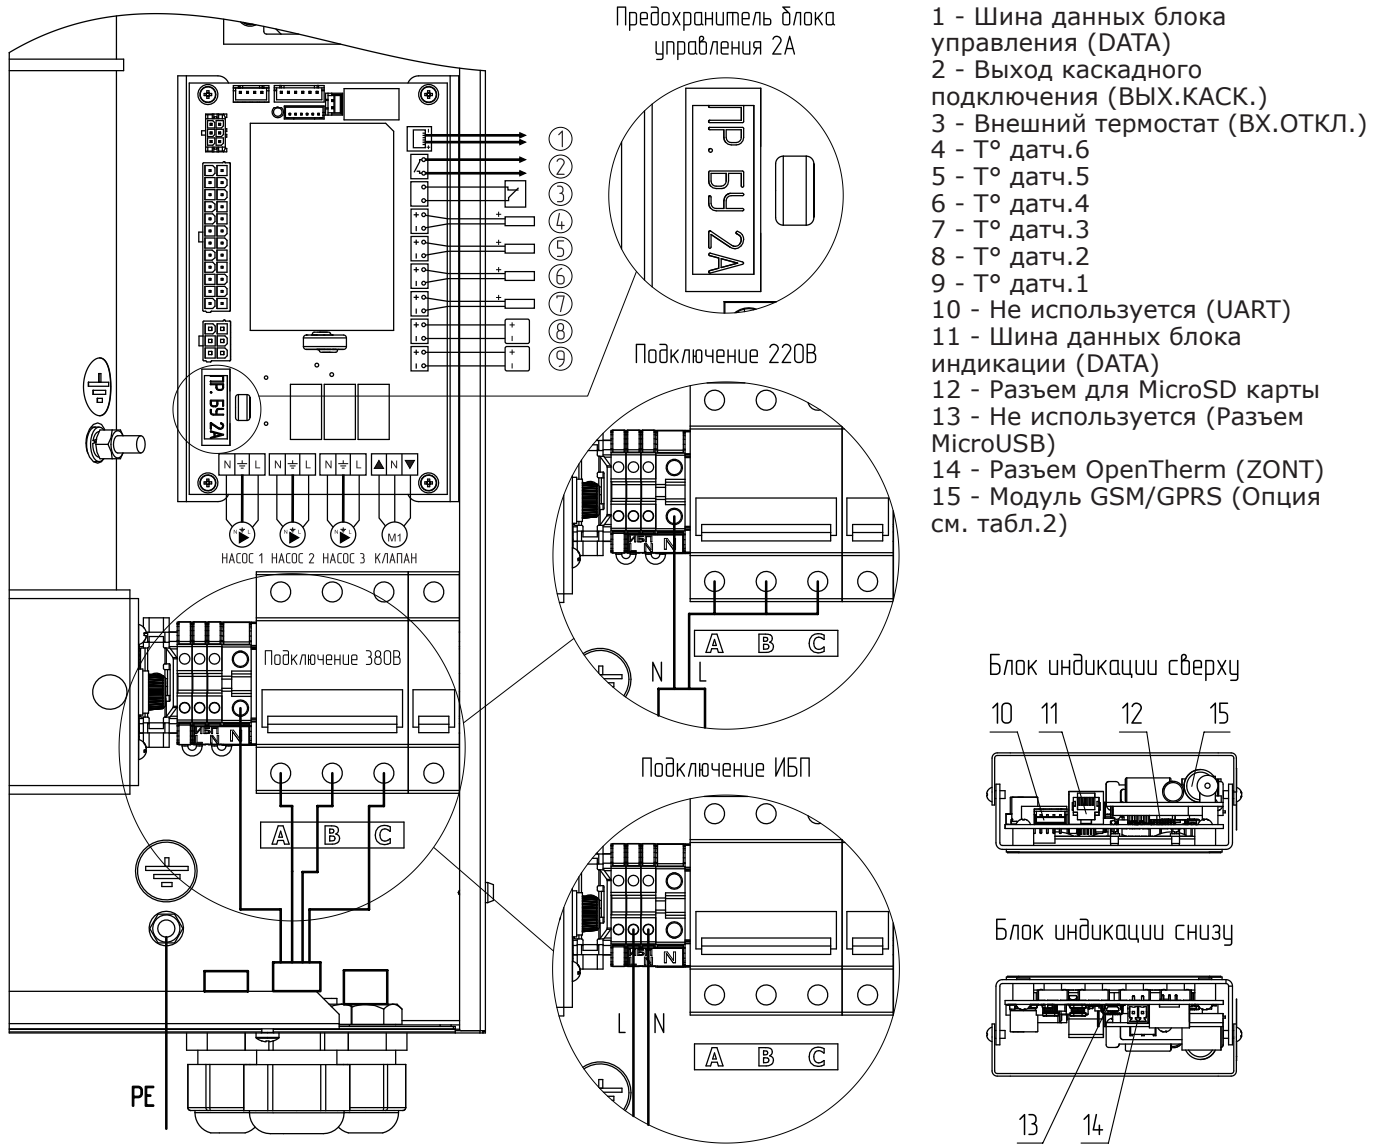
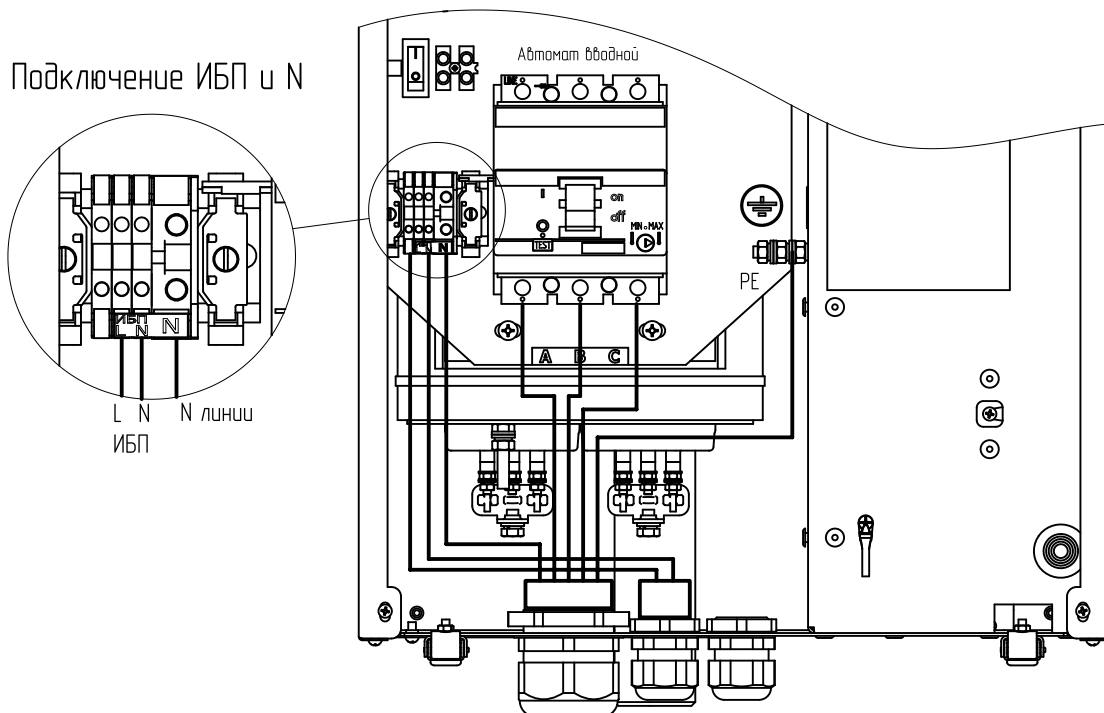

Рис.2. Схема подключения котлов ZOTA Solid 4,5-36
Рис.2.1. Схема подключения котлов ZOTA Solid 45-60
Для подключения циркуляционного насоса, датчиков температуры воздуха и воды, двигателя трехходового клапана, внешнего термостата на блоке управления (поз.9) имеются колодки разъёмного типа. На основании установлен силовой автомат (поз.13) с дистанционным расцепителем (поз.14), который отключает силовые питающие фазы при возникновении аварийных ситуаций. Выключатель (поз.15) установлен на основании и служит для отключения питания от блока индикации (поз.7), блока управления (поз.9) и циркуляционных насосов. Циркуляционные насосы подключены к питающей сети через предохранитель (поз.16). Схема присоединения котлов Solid к питающей сети, датчикам температуры, циркуляционному насосу и клапану приведена на Рис.2. Схема подключения к питающей сети котлов Solid от 45 до 60 кВт и котлов Solid от 70 до 100 кВт приведена на рисунке 2.1 и рисунке 2.2 соответственно.
- Подключить котел к трехфазной сети переменного тока 380 В, 50 Гц, для этого присоединить рабочий нулевой провод на клемму нейтраль (N) котла, фазные провода на клеммы А, В, С вводного автомата. Защитный нулевой провод (РЕ) подключить на болт «ЗАЗЕМЛЕНИЕ» (см. Рис.2 для Solid 4,5-36 кВт, Рис.2.1 для Solid 45-60 кВт и Рис.2.2 для Solid 70-100 кВт);
- При питании котла от однофазной сети переменного тока 220 В, 50 Гц присоединить рабочий нулевой провод на клемму нейтраль (N) котла, а фазный на клеммы А, В, С вводного автомата, защитный нулевой провод (РЕ) должен подключаться к клемме «ЗАЗЕМЛЕНИЕ» (см. Рис.2 для Solid 4,5-36 кВт, Рис.2.1 для Solid 45-60 кВт и Рис.2.2 для Solid 70-100 кВт).
Для соединения клемм А, В, С вводного автомата в комплекте имеется специальная перемычка (только для ZOTA «Solid» от 4,5 до 9 кВт), которая устанавливается на вводных клеммах автомата (см. Рис.2 для Solid 4,5-36 кВт, Рис.2.1 для Solid 45-60 кВт и Рис.2.2 для Solid 70-100 кВт);
- Подключить датчик температуры воздуха на улице к контактам (- +) клеммной колодки (Рис.2 поз.9, Т° датч.1), проводом с сечением не менее 0,5 кв.мм и длиной до 20 м. Установить датчик температуры воздуха на улице, в защищенном от солнечных лучей и осадков месте.
- Подключение датчика t° ГВС/воздуха контура 2 (Рис.2 поз.7, Т° датч.3), датчика t° воды клапана (Рис.2 поз.5, Т° датч.5) и датчика t° воздуха клапана (Рис.2 поз.4, Т° датч.6) производить в соответствии с Рис.2.
- Присоединить провода (L, N, заземление) от насосов к соответствующим контактам на клеммной колодке котла как показано на Рис.2. Мощность, потребляемая каждым насосом не должна превышать 200 Вт.
- При необходимости присоединить провода (откр_общ_закр) от двигателя трехходового смешивающего клапана к соответствующим контактам на клеммной колодке котла как показано на Рис.2. Мощность двигателя привода не должна превышать 20 Вт при напряжении ~220 В.